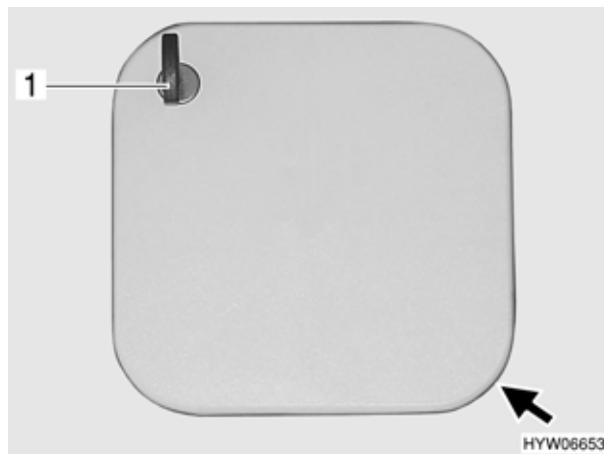

Fig. 32 Serratura dello sportello (variante 4)
- Inserire la chiave nel cilindro della serratura (Fig. 32,1).